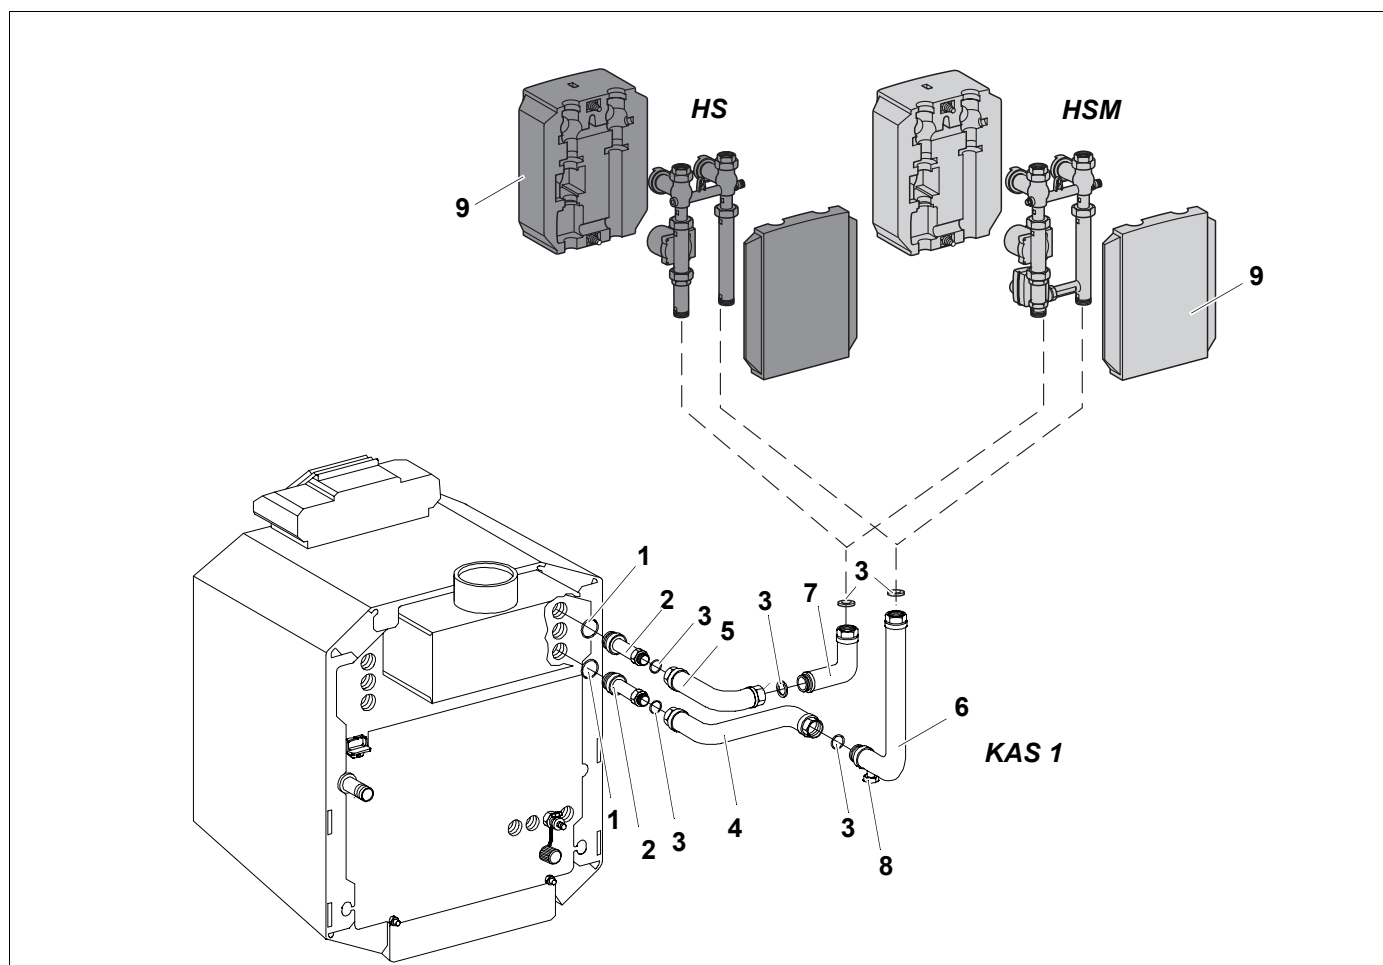

Рис. 6 Левое исполнение KAS 1
Экспликация к рис. 6
- Установить уплотнения (3) в верхние резьбовые соединения вертикальных участков трубопроводов.
- Установить на трубы комплект подключения отопительного контура без смесителя (HS) или со смесителем (HSM) в соответствии с рис. 6, затянуть соединения и проверить на плотность.
- Надеть с двух сторон соответствующую комплектам подключения отопительного контура теплоизоляцию (9) и слегка стянуть пластмассовыми болтами.